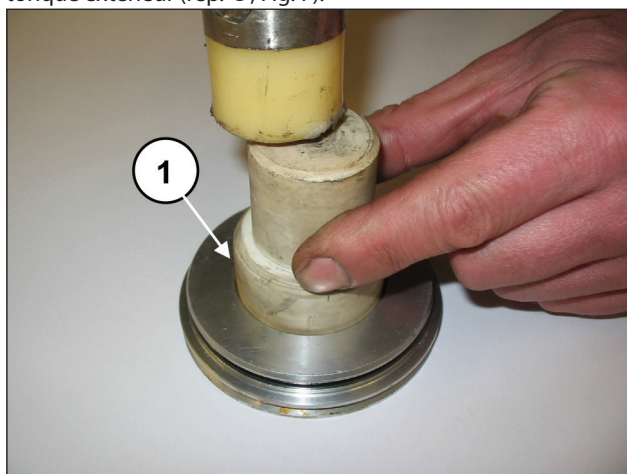
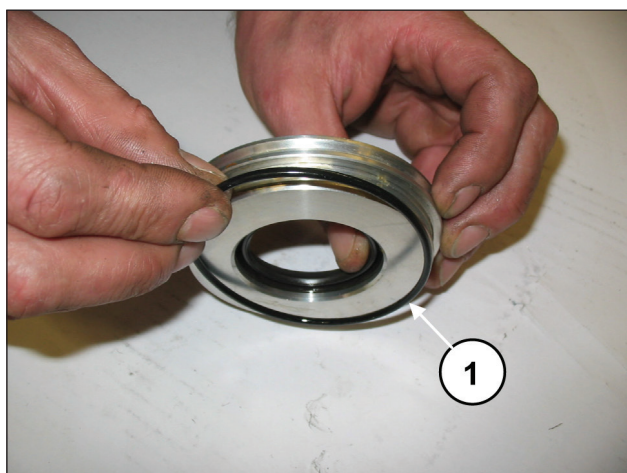

Fig. 6
Fig. 7
Extraire le joint d'étanchéité radial (rep. ①, Fig. 6) et le joint torique extérieur (rep. ①, Fig. 7).